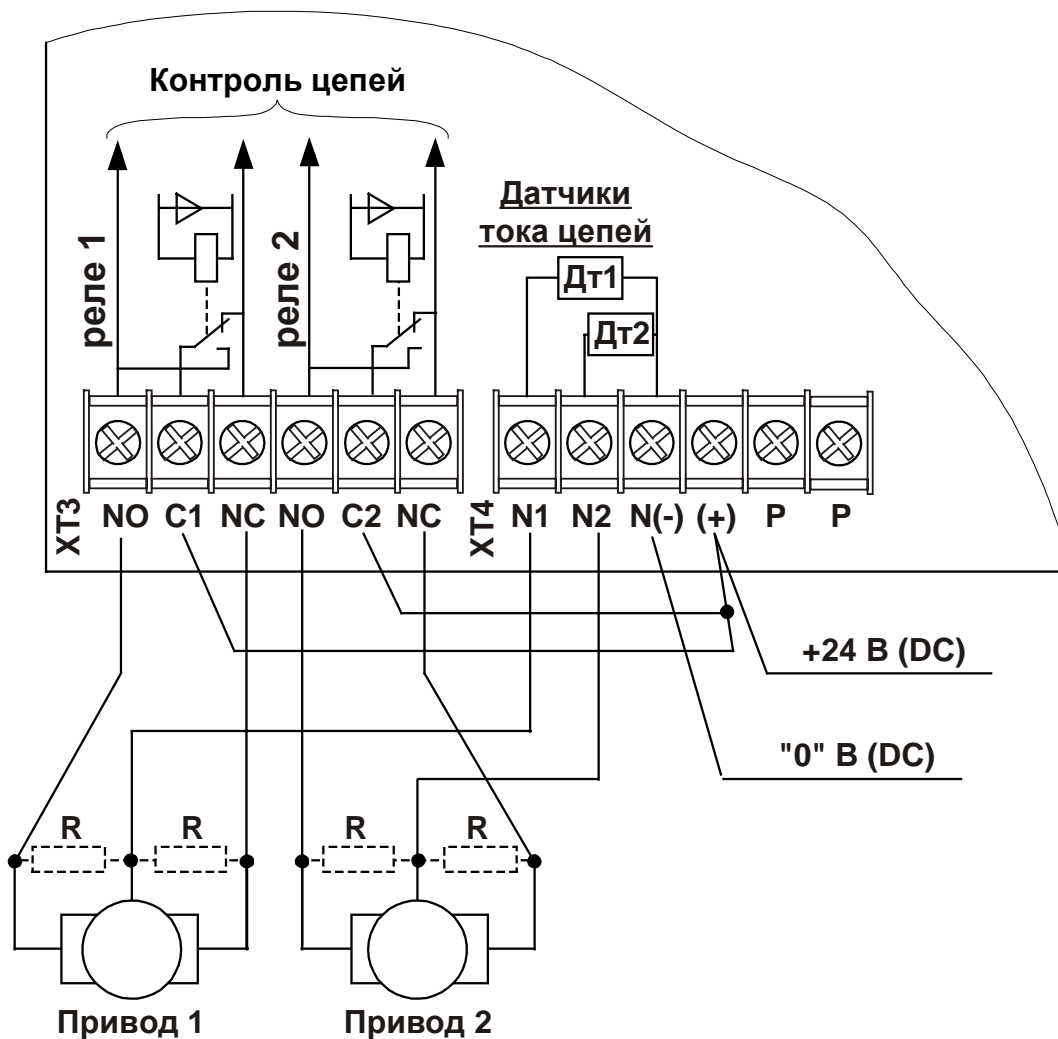
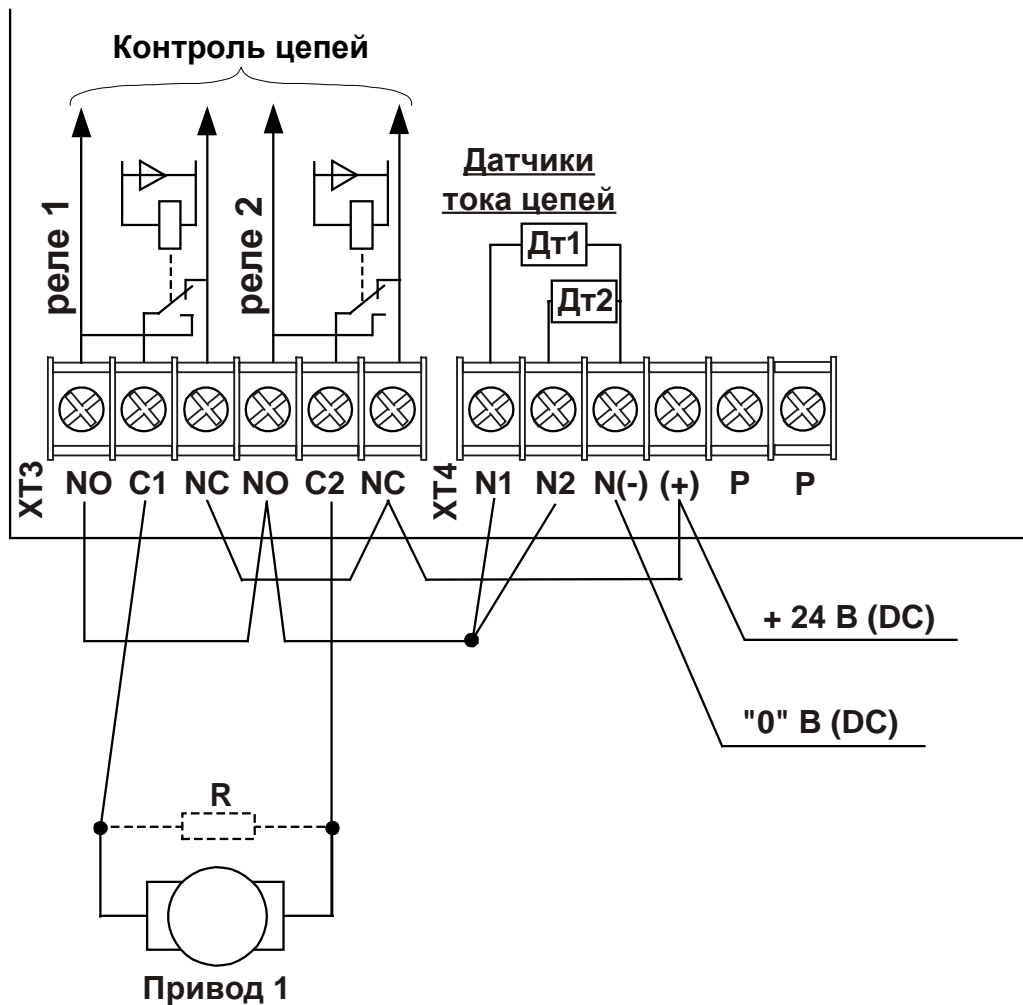

**Рис. 5 Подключение 2-х реверсивных приводов переменного тока типа Белимо.**
**Рис. 7 Подключение 1-го реверсивного привода переменного тока типа Белимо с возможностью отключения напряжения**
На Рис. 5, Рис. 6, Рис. 7, Рис. 8 приведены примеры подключения реверсивных приводов типа Белимо.
При подключении 2-х реверсивных приводов типа Белимо (Рис. 5) на приводы постоянно подается напряжение, либо на одно плечо, либо на другое. Если нежелательно постоянно держать привод включенным, следует использовать схему Рис. 7
**Внимание.** При использовании ИСМ-220 исп. 4 совместно с приводами типа Белимо с маркировкой BLE230-5 (неизвестный производитель), а также другими приводами «аналогичными Белимо» обнаружено, что у такого типа привода повышенная чувствительность к току контроля целостности линии подключения привода. В связи с чем, для корректной работы привода обязательно на стороне привода параллельно ему установить резисторы R ( см. Рис. 5, Рис. 6, Рис. 7, Рис. 8 ) – (20 ... 50) кОм или даже (2 ... 10) кОм (если позволяет мощность). Обратите внимание, что при включении